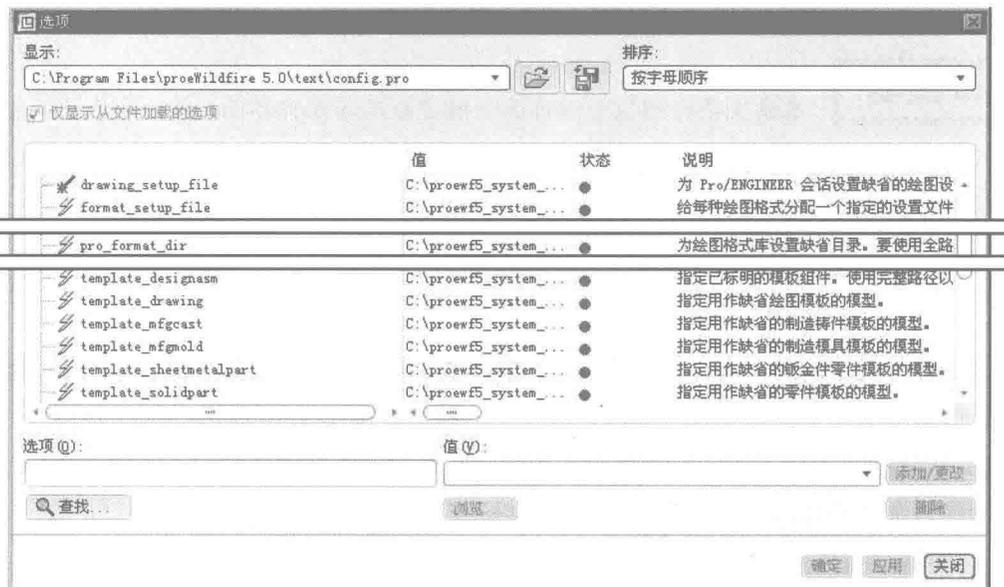

图 1.5.1 “选项”对话框
Step4. 选择下拉菜单  **工具(T)**  **选项(O)** 命令, 系统弹出图 1.5.1 所示的对话框。
Step5. 设置配置文件 config.pro 中相关选项的值, 如图 1.5.1 所示。
- (1) drawing_setup_file 的值设置为 C:\proewf5_system_file\drawing.dtl。
- (2) format_setup_file 的值设置为 C:\proewf5_system_file\format.dtl。
- (3) pro_format_dir 的值设置为 C:\proewf5_system_file\GB_format。
- (4) template_designasm 的值设置为 C:\proewf5_system_file\temeplate\asm_start.asm。
- (5) template_drawing 的值设置为 C:\proewf5_system_file\temeplate\draw.drw。
- (6) template_mfgcast 的值设置为 C:\proewf5_system_file\temeplate\cast.mfg。
- (7) template_mfgmold 的值设置为 C:\proewf5_system_file\temeplate\mold.mfg。
- (8) template_sheetmetalpart 的值设置为 C:\proewf5_system_file\temeplate\sheetstart.prt。
- (9) template_solidpart 的值设置为 C:\proewf5_system_file\temeplate\start.prt。
① 在图 1.5.1 所示的“选项”对话框中, 先在对话框中部的选项列表中找到并单击选项 drawing_setup_file。